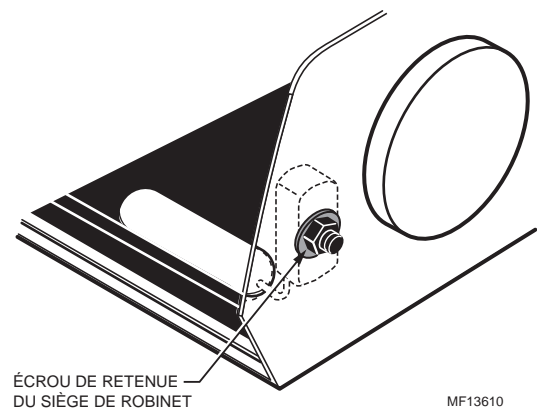

**Fig. 22. Installation du couvercle du moteur.**
5. Passer les fils du moteur dans le trou au bas du couvercle du moteur et les fixer sur la surface extérieure de l'humidificateur. Voir la figure 22.